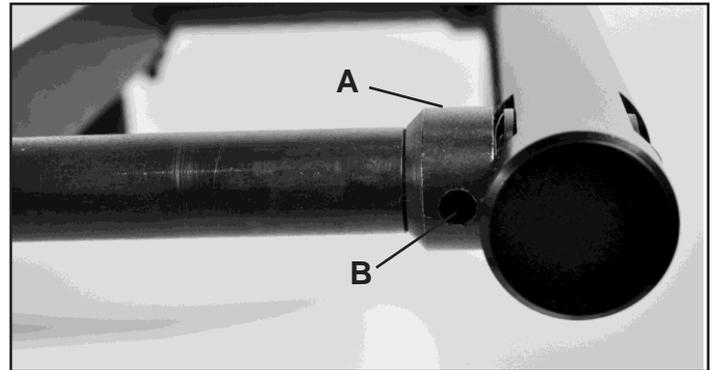

FIG. 31
5. Pivoter la came de nivellement d'extension (A-Fig.31) en plaçant un Hex Key dans le trou d'ajustement (B-Fig.31).